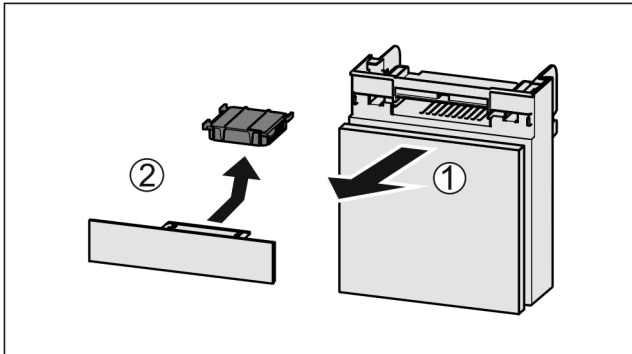

Fig. 152
- ▶ Издърпайте Fig. 152 (1) напред от отделението.
- ▶ Извадете Fig. 152 (2) филтъра с активен въглен.